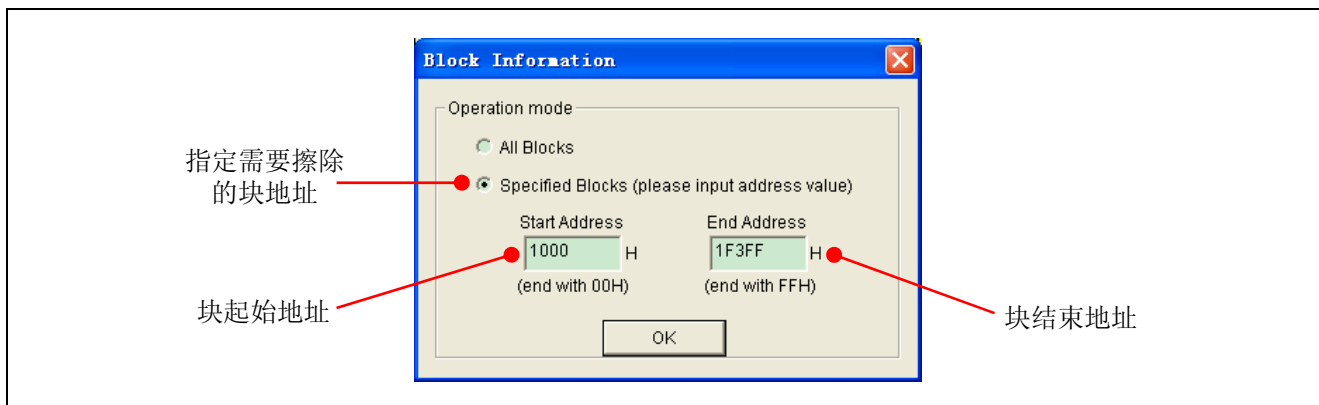

图 2.19 擦除指定的块
6) 重复第 1) 步操作，在块信息对话框中选择“Specified Blocks”，则地址输入信息框使能，输入需要擦除的 Block 地址信息，如图 2.19 所示。